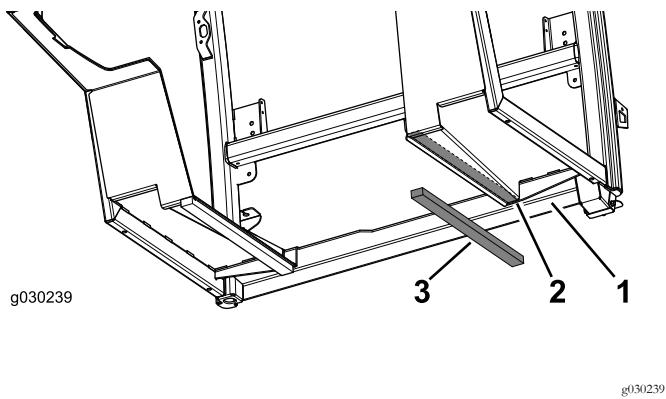

Figura 7
- 2. Aplique os outros vedantes do piso no lado direito da cabina (Figura 7).